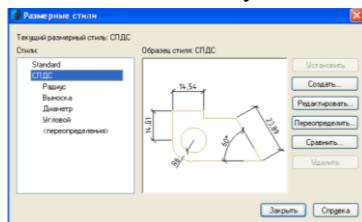

Рис. 144 – Окно «Размерные стили»
7. Наберите в командной строке слой и нажмите клавишу Enter. В открывшемся окне **Слой (on Viewport)** в разделе **Список редактируемых полей** у слоя **Размеры** и выберите синий цвет и нажмите кнопку **Заккрыть**. Выберите в меню команду **Размеры** → **Размерные стили**. В открывшемся окне **Размерные стили** убедитесь, что выделен стиль СПДС и нажмите кнопку **Редактировать** (рисунок 144).